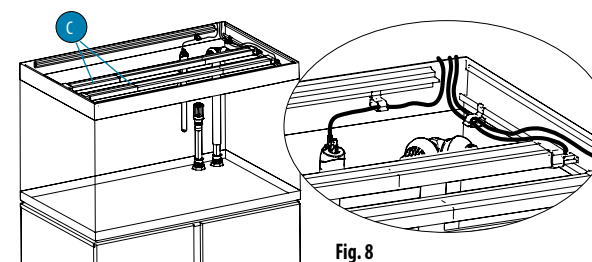

Fig. 8
- Placer soigneusement les rampes d'éclairage à DEL (C) dans leur position finale sur les glissières du rebord supérieur.
- Pull the LED Strip cables out of the tank (Fig. 8).